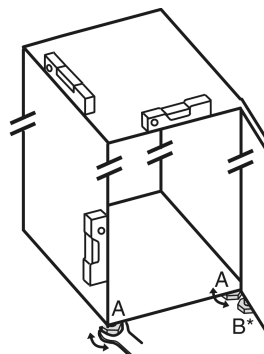

Fig. 8
- Keerake seadejalgu Fig. 8 (A) kaasasoleva lihtvõtmega ja vesiloodi abil välja, kuni seade on stabiilselt ning horisontaalselt välja joondatud.
- Keerake seadejalga Fig. 8 (B) kaasasoleva lihtvõtmega laagripukist välja, kuni see toetub põrandale.
- Keerake seadejalga Fig. 8 (B) 90° võrra edasi.